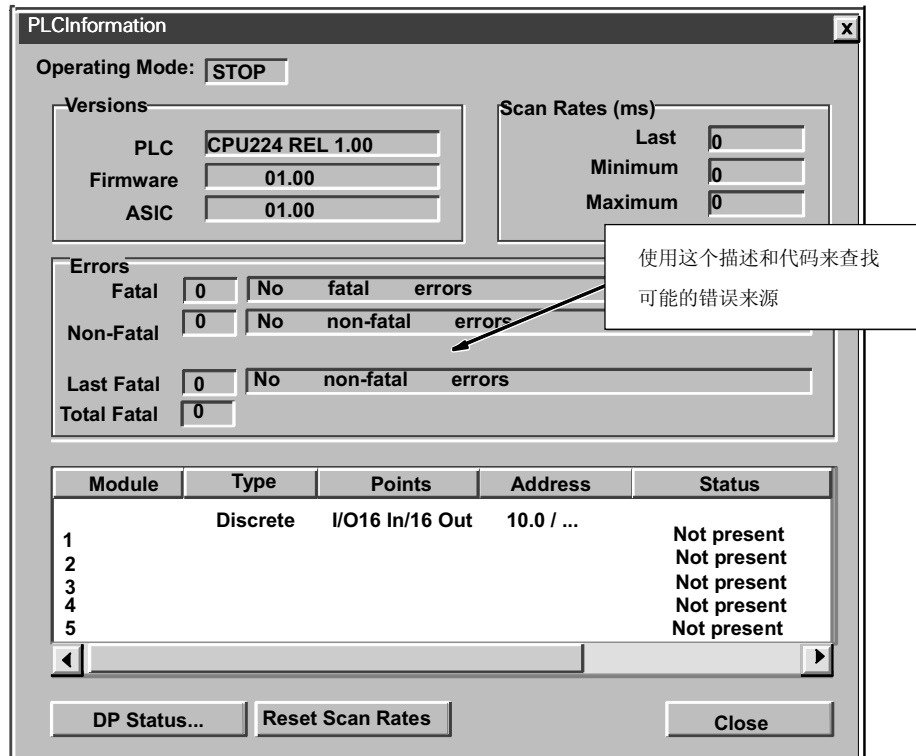

图 4-25 CPU 信息对话框：错误状态表
把错误分成致命错误和非致命错误。通过选择主菜单中的 **PLC>Information**，你可以使用 STEP7-Micro/WIN 32 来查看错误产生的错误代码。图 4-25 是包含错误代码和错误描述的对话框。可参阅附录 B 中完整的错误代码列表。
在图 4-25 中，最后的致命 (Last Fatal) 区显示 CPU 产生的致命错误代码，如果 RAM 区是保持的，该代码值就一直保持。当 CPU 的所有存储器区清除时或如果 RAM 区非保持时，该区也被清除。
非致命错误会导致 CPU 运行的某些方面效率降低，但它们不会使 CPU 无法执行用户程序或更新 I/O。如图 4-25 所示，可以使用 STEP 7 Micro/WIN 32 来查看它们的错误代码。有以下三种基本类型的非致命错误：
- **运行时编程错误：**当程序运行时，用户程序会产生错误条件。例如，一个编译时正确的间接寻址指针，在程序执行过程中，可能会改为指向一个出界地址。这被认为是运行时刻程序错误。使用图 4-25 所示对话框来判断错误类型。